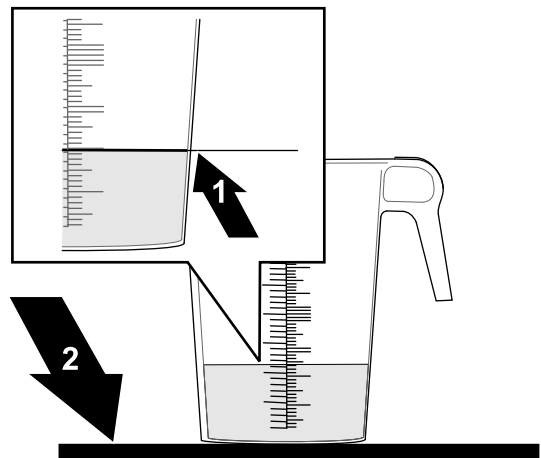

Bild 172
1. Stellen Sie den Messbehälter auf eine ebene Fläche, lassen Sie die Flüssigkeit absetzen und notieren Sie die Flüssigkeitsmenge (Bild 172).